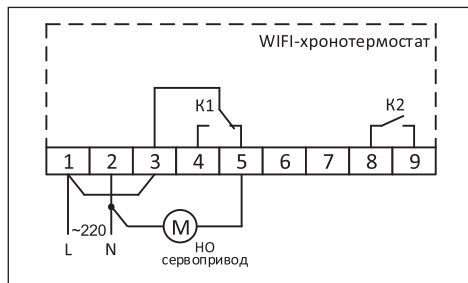

Рис. 2. Подключение нормально открытых сервоприводов — 220 В
**6.2.2.** Для подключения нормально открытого сервопривода необходимо установить перемычку между клеммами 1 и 3. сервопривод подключается к 2 и 5 клеммам (*рис. 2*).